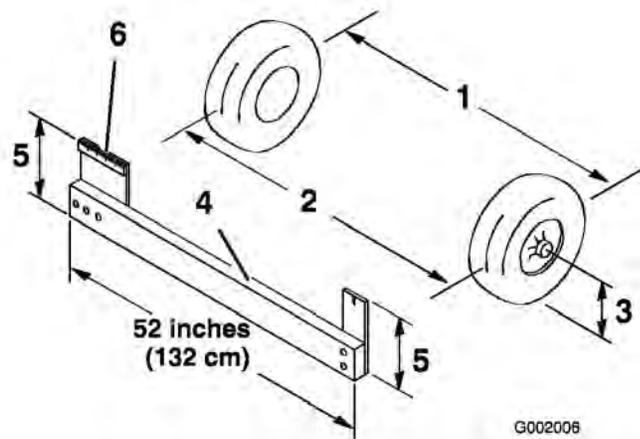

Figura 55
- Misurate la distanza tra i pneumatici anteriori all'altezza dell'assale, davanti e dietro le ruote (Figura 55). Per rilevare la misura posteriore dei pneumatici anteriori all'altezza dell'assale occorre un attrezzo o un calibro di allineamento; usate lo stesso attrezzo, o calibro di allineamento, per rilevare con precisione la misura anteriore dei pneumatici anteriori all'altezza dell'assale (Figura 55).